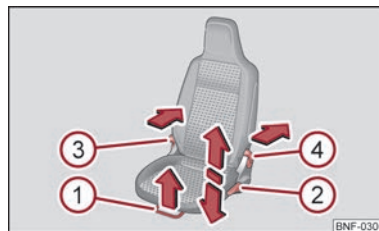

Bild 33 Reglage på framsätet
- Dra spaken ① ⇒ bild 33 uppåt och skjut därefter stolen till önskat läge.
- Släpp spaken ① och skjut stolen vidare tills det hörs att spärren låser.